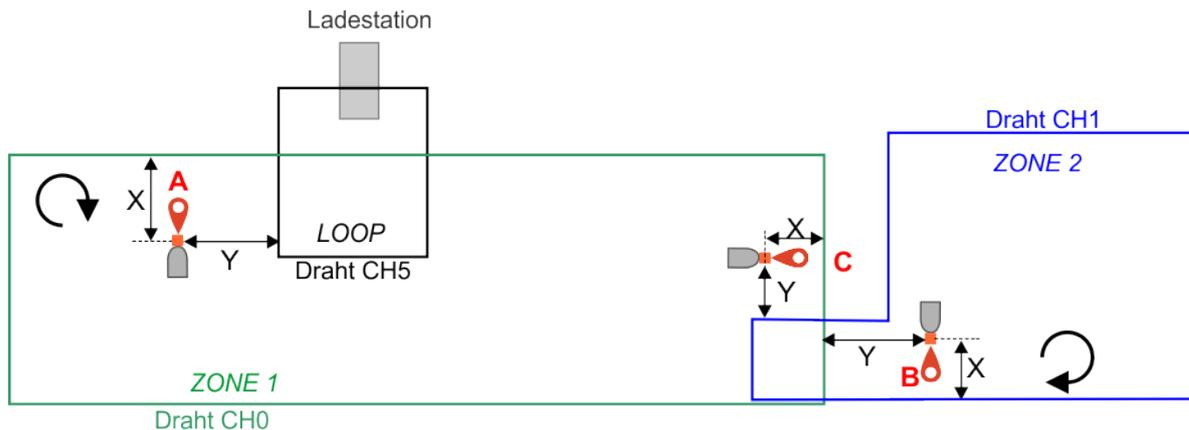

Abbildung 161: Anfahren und Verlassen per GPS
16. Positionieren Sie den Roboter an der gewünschten Stelle in ZONE 1. Dies muss sich auf die für ZONE 1 definierte Rückkehrrichtung beziehen. In diesem Beispiel ist dies im Uhrzeigersinn  wie in Abbildung 161: Anfahren und Verlassen per GPS (Seite 135) gezeigt. X muss > 5 m sein. Y muss > 10 m sein. Der Roboter muss in Richtung Draht fahren.
20. Positionieren Sie den Roboter an der gewünschten Stelle in ZONE 1. Dies muss sich auf die für ZONE 1 definierte Rückkehrrichtung beziehen. In diesem Beispiel ist dies im Uhrzeigersinn (CW) wie in Abbildung 161: Anfahren und Verlassen per GPS (Seite 135) gezeigt. X muss > 5 m sein. Y muss > 10 m sein. Der Roboter muss in Richtung Draht fahren.
26. Positionieren Sie den Roboter an der gewünschten Stelle in ZONE 2. Dies muss sich auf die für ZONE 2 definierte Rückkehrrichtung beziehen. In diesem Beispiel ist dies im Uhrzeigersinn  wie in Abbildung 161: Anfahren und Verlassen per GPS (Seite 135) gezeigt. X muss > 5 m sein. Y muss > 10 m sein. Der Roboter muss in Richtung Draht fahren.